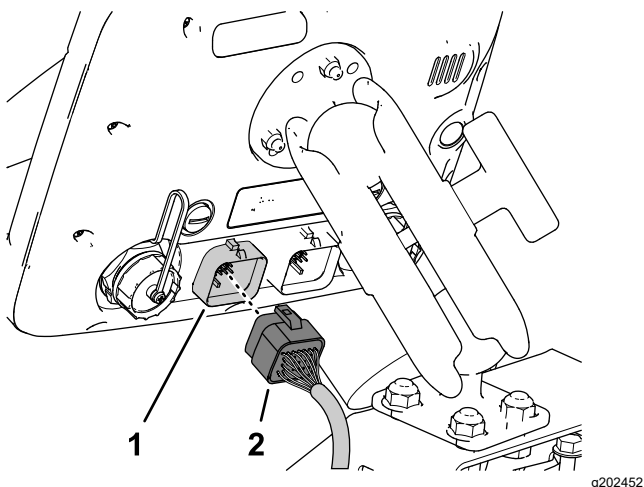

Figura 176
2. Alinee el conector hembra de 26 vías del arnés de datos con el conector de 26 pines de la consola de control e introduzca el conector macho en el conector hembra hasta que el cierre del conector se enganche firmemente (Figura 176).